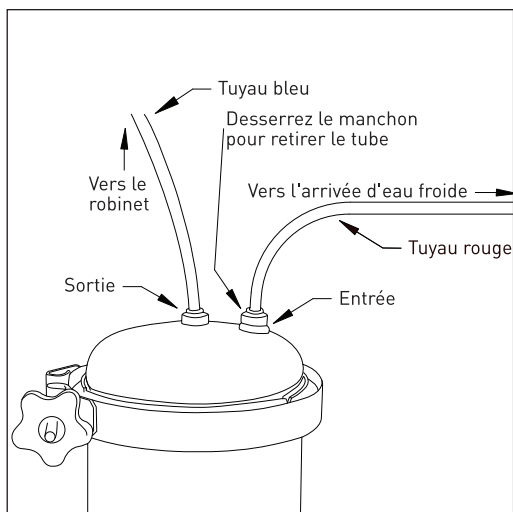

Figure 2
1. Repérez l'emplacement sur l'arrivée d'eau froide pour installer les deux adaptateurs de 1/2 po (4).
4. Vissez la valve de raccord (5) dans la partie supérieure de l'adaptateur.
5. Vissez l'autre adaptateur (4) dans la partie supérieure de la valve de raccord.
7. Entrez le tuyau rouge (3) dans l'adaptateur.
8. Entrez l'autre bout du tuyau dans le raccord d'entrée du couvercle en acier inoxydable (6), comme indiqué sur la figure 2.
1. Repérez l'emplacement sur l'arrivée d'eau froide pour installer la valve de raccord (5).
4. Entrez le tuyau rouge (3) dans la valve de raccord.
5. Entrez l'autre bout du tuyau dans le raccord **d'entrée** du couvercle en acier inoxydable (6), comme indiqué sur la figure 2.
Pour raccorder le robinet à l'unité, faites entrer le tuyau bleu provenant du robinet dans le raccord de **sortie** du couvercle en acier inoxydable (6), comme indiqué sur la figure 2.
Placez la boîte de commande indiquant la durée de vie du filtre (12) comme indiqué sur la figure 1, contre le mur du fond, sous l'évier. Fixez-la au mur avec le Velcro (fourni). Insérez le tube bleu qui est attaché au robinet du PiMag Deluxe dans le raccord de sortie de la boîte indiquant la durée de vie du filtre. (La flèche sur la boîte indique la direction du flux, pointe vers la sortie.) Insérez l'une des extrémités de l'autre tube bleu fourni dans le raccord d'entrée de la boîte indicatrice. Reliez l'autre extrémité au raccord de sortie du couvercle en acier inoxydable (6) comme indiqué sur la figure 2.
1. Fermez l'arrivée d'eau froide. Débranchez le tube du couvercle en acier inoxydable en appuyant sur le manchon et en tirant le tube vers le haut (voir figure 2).